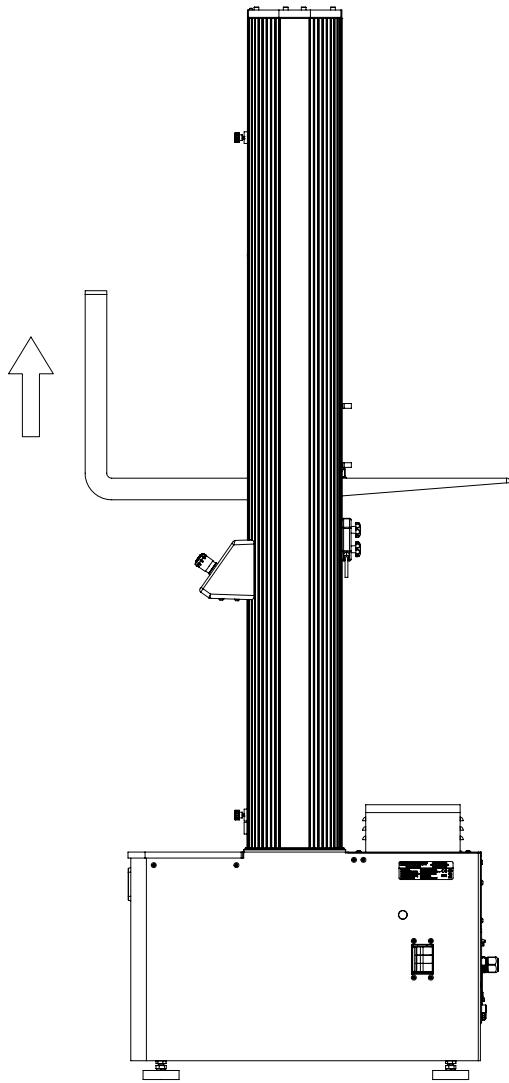

図22. クロスヘッドからフレームを持ち上げる
1. フォークにパッドを当てて、あるいはクロスヘッドを保護材で包み、フォークリフトを使用して、コラム間のクロスヘッドの下に、注意してフォークを差し込みます。74 ページの図 22 を参照してください。.